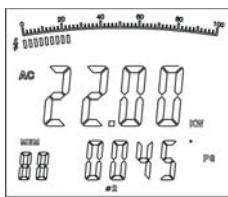

图9
2. 记录完第一相功率值之后, 按下SEL键进入第二相  $\textcircled{2}$ , 双显示第二相的有功功率值和相位角, 如图9: